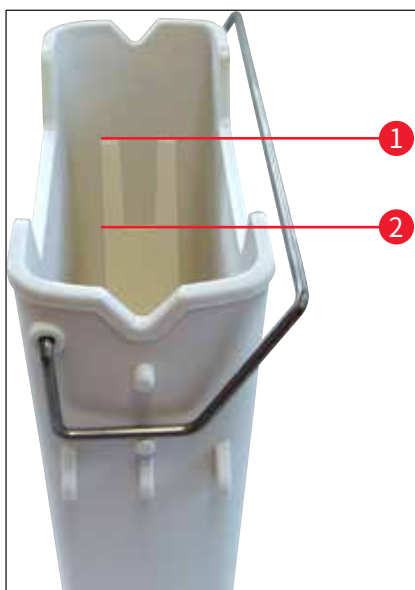
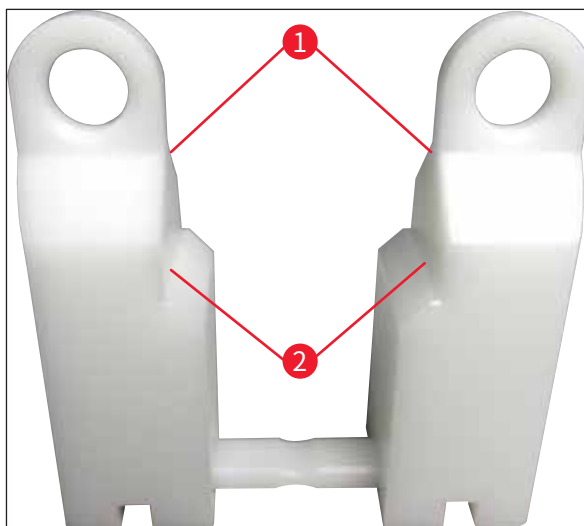

图 66
图 67
检查试剂缸手柄是否正确安装到试剂缸。如果未正确安装，则根据 (→“图 66”) 紧固手柄。
- 不管填充哪种试剂缸, 都要注意试剂缸内部的填充液位 (→“图 66”) (→“图 67”)。
- 如果试剂缸 中使用了用于特殊染色的插件 (→“图 67”), 以减少试剂量, 应先将它们插入到试剂缸中, 然后至少将试剂填充到所示的最低填充液位 (→“图 67-2”), 但不高于最高填充液位 (→“图 67-1”)。